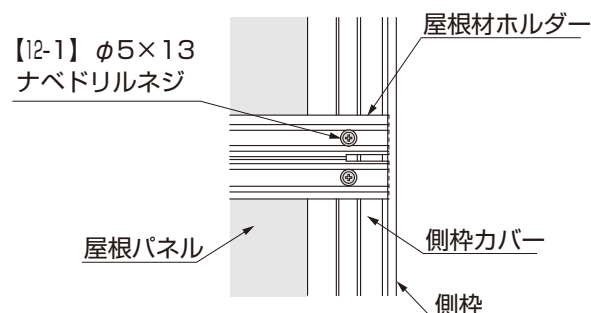

図5-10
- 側枠カバー側のネジだけを固定して、反対側は次の屋根パネルとアーチカバーを取付けた後で固定してください。(図5-10参照)